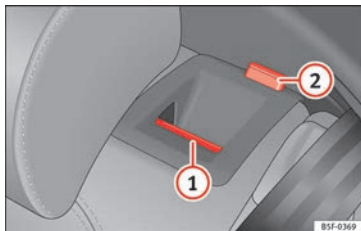

Bild 152 I ryggstödet till baksätet: Frigöringshandtag ①; röd markering ②.
- Tryck frigöringsknappen » **bild 152 ①** framåt och lyft ryggstödet samtidigt.
- Baksätets ryggstöd är inte spärrat när den röda delen av knappen ② är synlig.
Baksätets ryggstöd är inte spärrat när den röda delen av knappen » **bild 152 ②** är synlig.